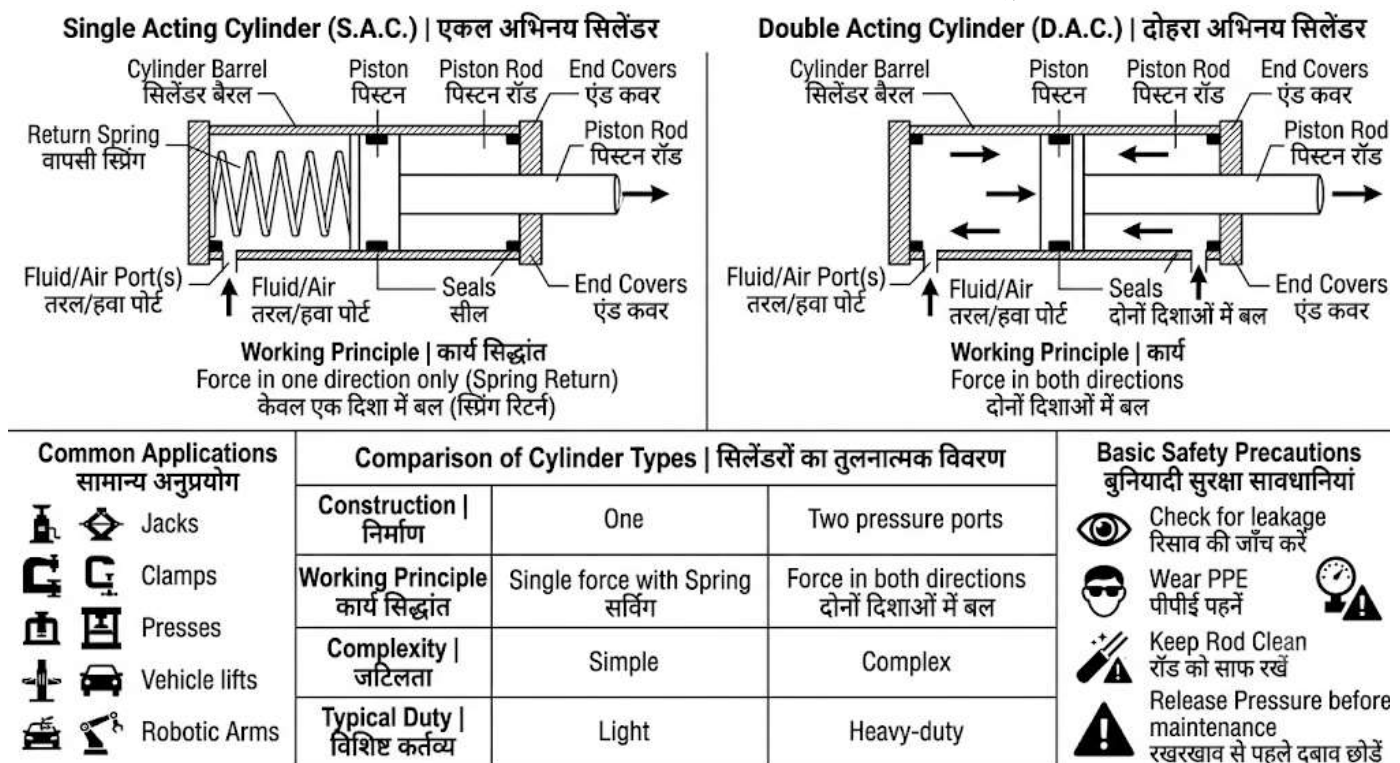

Fig. 5.4: Single Acting and Double Acting Cylinder | सिंगल एक्टिंग एवं डबल एक्टिंग सिलेंडर
5.4.1 Introduction (Fig. 5.4)
5.4.1 परिचय (Fig. 5.4)